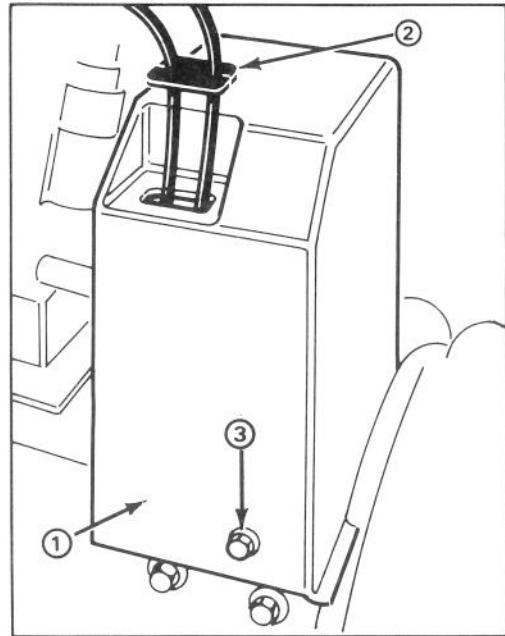

Abbildung 24
1. Die drei (3), die Riemenabdeckung am Motorrahmen befestigenden Kopfschrauben entfernen und die Abdeckung auf den Kabeln nach oben schieben (Abb. 24).